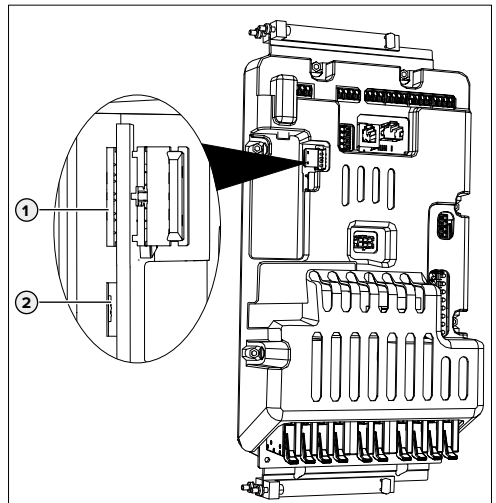

Abb. 19: Anschlüsse zur Konfiguration auf der linken ECU
- ▶ Endgerät (z. B. PC, Laptop, Mobiltelefon) und ECU mit einem USB Kabel verbinden. Dazu den Micro-USB Anschluss (2) der rechten ECU verwenden.
- ➔ "Abb. 19: Anschlüsse zur Konfiguration auf der linken ECU"